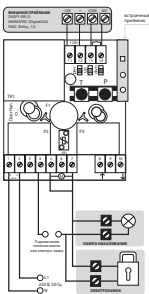

Рис. 2. Пример схемы подключения освещения, электрзамка и внешнего радиуправления к DoorHan CV01
3. Выполните электрическое подключение согласно схеме (рис. 2, 3).
Назначение контактов (рис. 2, 3)